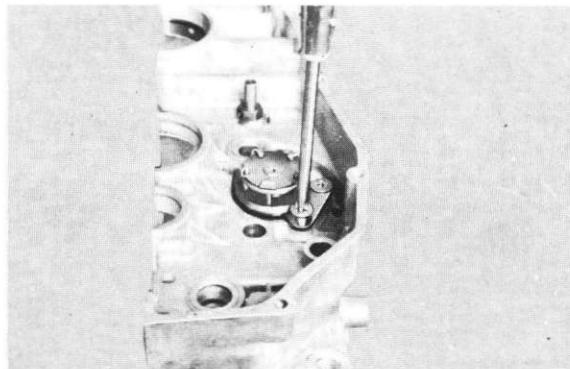

Fig. 4-15-3
- 2) Remove the screws, and then the stopper plate. (Fig. 4-15-3)
- 2) Retirez les vis, puis la plaque d'arrêt. (Fig. 4-15-3)
- 2) Abschlusscheibe durch Lösen der Schrauben demontieren. (Abb. 4-15-3)